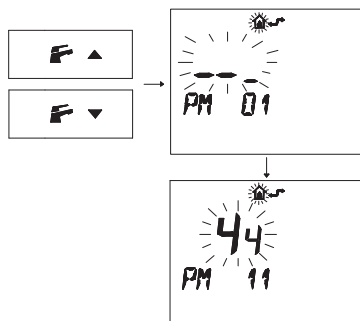

Figura 5.57
- Premere i pulsanti **F** ▼ o **F** ▲ per visualizzare la programmazione "PM11" della postcircolazione pompa (Figura 5.57).